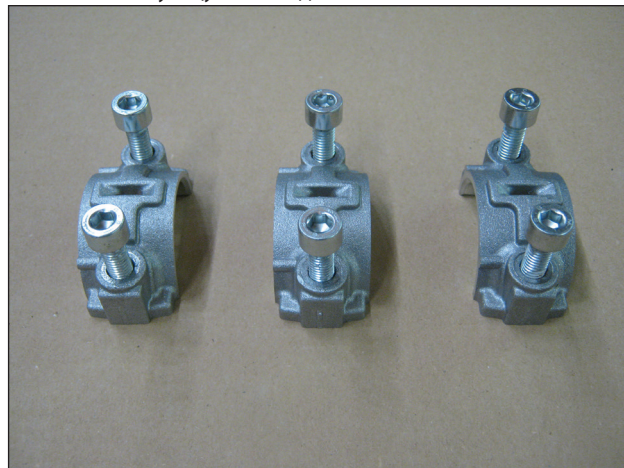

Рис. 2
- крышку шатунов следующим образом: открутите винты крепления крышки, снимите крышку шатунов (Рис. 2), соблюдая при разборке соответствующую последовательность;